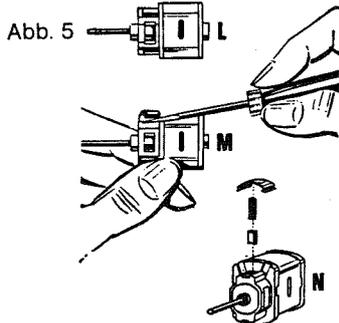

Abb. 5
Motor wie beschrieben abnehmen. Bürstenhalterdeckel abheben M (Abb. 5). Vorsicht, daß kleine Druckfeder nicht verlorengeht (N). Beim Einsetzen der neuen Bürsten darauf achten, daß Rundung der Kontaktflächen der Kollektor-Rundung entspricht.